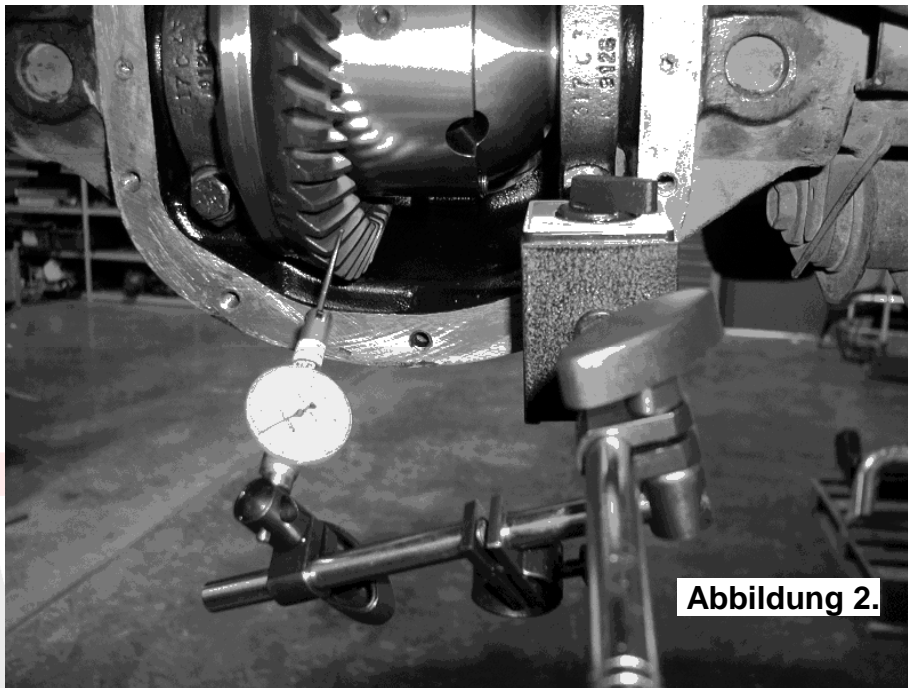

Abbildung 2.
- Platzieren Sie den Fühler der Messuhr an einem der Tellerradzähne (siehe Abb. 2.).